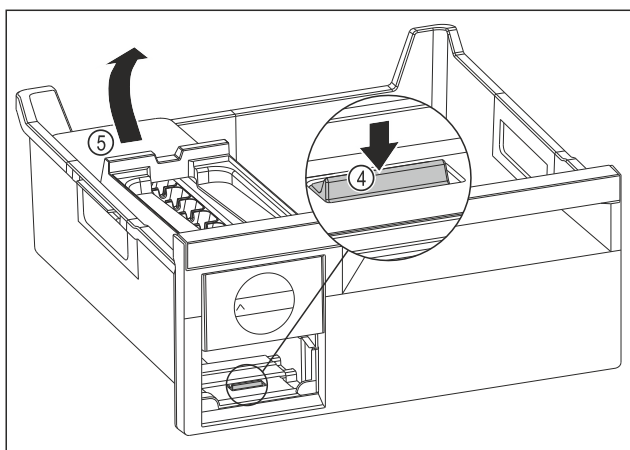

Fig. 141
- Ta ut EasyTwist-Ice-enheten: Tryck ned skenan Fig. 141 (4) med fingret och lyft samtidigt EasyTwist-Ice-enheten Fig. 141 (5) bakifrån med andra handen.